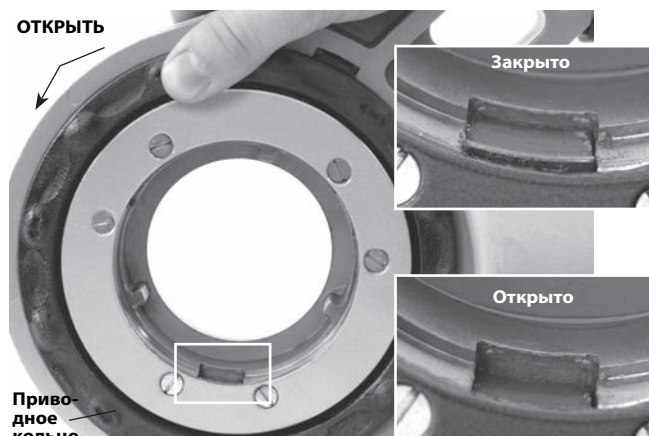

Рис. 7 – Фиксатор, приводное кольцо в открытом/ закрытом положении
- b. Поверните приводное кольцо против часовой стрелки, чтобы открыть фиксатор. Полностью введите резьбонарезную головку или переходник (если требуется) шлицевым торцом в силовой привод (Рис. 7).